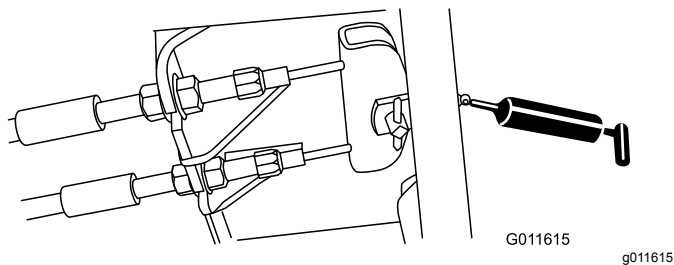

Figura 67
- Pedale del freno (1)—Figura 67